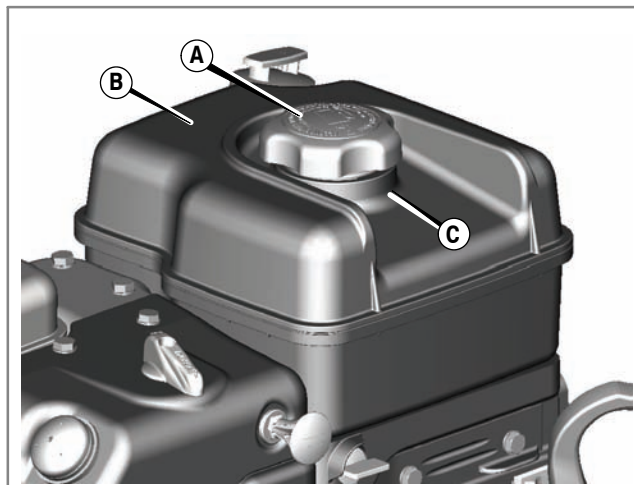

Figure 3
1. Enlever la poussière et les débris sur le pourtour du bouchon d'essence. Retirer le bouchon d'essence (A) (Figure 3).
2. Faire le plein (B) d'essence. Pour permettre l'expansion de l'essence, ne pas remplir au-delà du bas du col du réservoir (C).